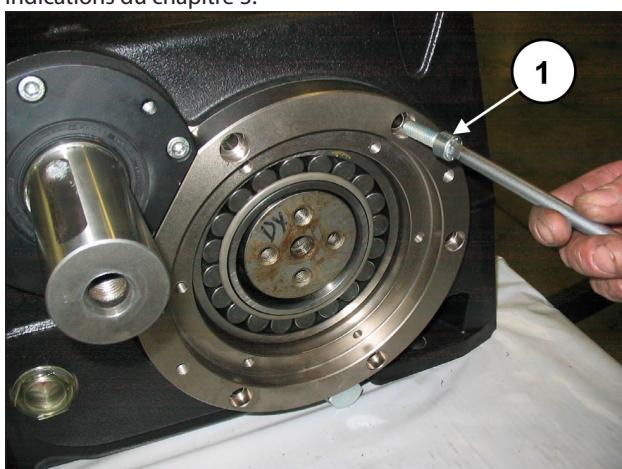

Fig. 74
Visser les caches porte-roulement à l'aide de 6+6 vis M10x30 (rep. ①, Fig. 74).